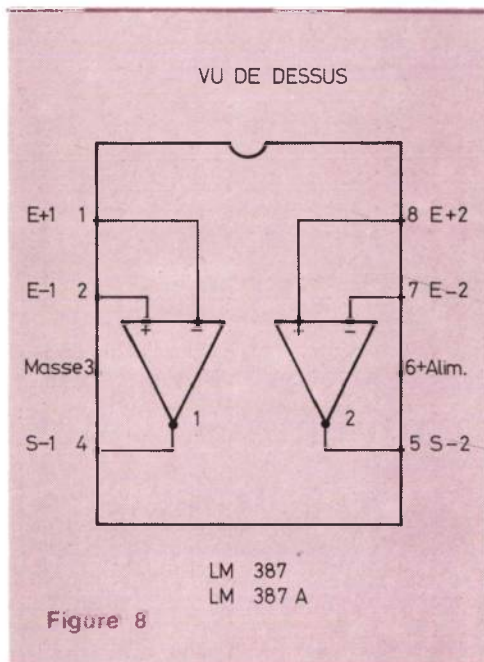

Figure 8
Ce circuit est monté dans un boîtier à 8 broches comme celui représenté à la figure 8. La section 1 est la section (A) sur le schéma et la section 2 est la section (B).